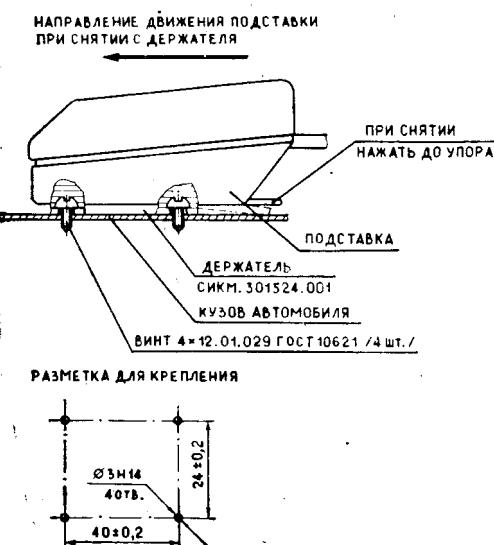

Рис. 6
- ** Крепление МТТ см. рис. 6. Возможен вариант крепления по рис. 9 вариант I.